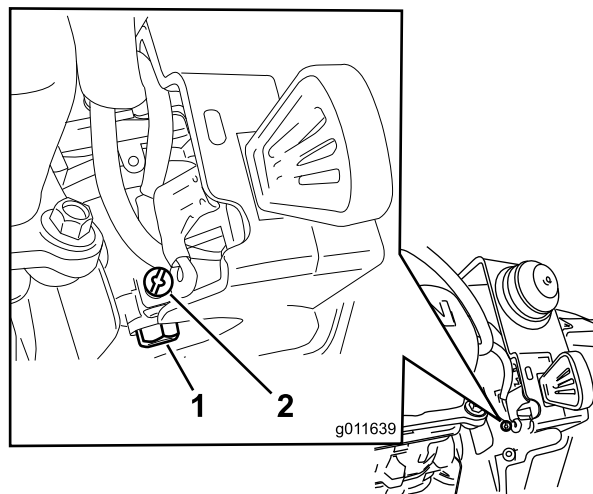

Figure 35
- B. Dévissez, mais ne retirez pas, la petite vis sur le côté de la cuve du carburateur (Figure 35) jusqu'à ce que le carburant commence à s'écouler par le carburateur. Vidangez le carburant dans un bidon homologué.